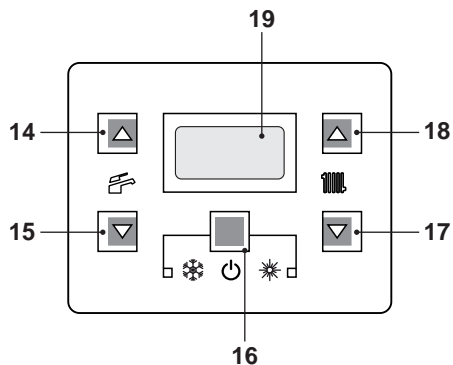

Figura 2.3
- Tenere premuto per 2 secondi il tasto 16 fino a far apparire sul display entrambe i simboli  e , Figura 2.3.